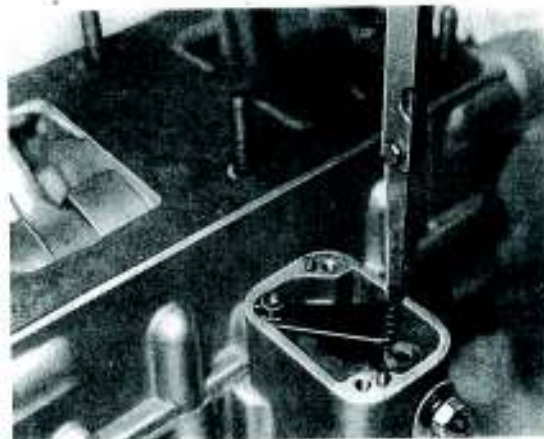

Bild 52. Segmenthebel einstellen
5. Segmenthebel so einstellen, daß der letzte Zahn des Hebels 1mm vor der Reglergehäusewand entfernt ist (Bild 52).